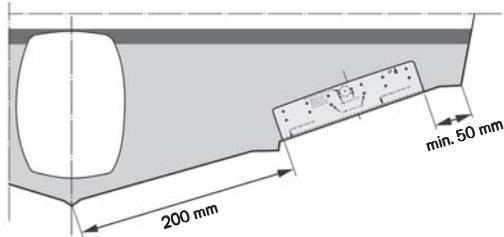

Bild 7
Die Interceptoren (C) **Bild 1 und 4** müssen am Heckspiegel nahe am Kielraum eingebaut werden. Die genaue Position wird durch die Vorlage vorgegeben, die in der Lieferung enthalten ist (detaillierte Anweisungen, siehe unten). Je weiter außenbords die Interceptoren montiert sind desto größer ist die seitliche (laterale) Kontrolle. Den Inceptor mindestens 50 mm von der Kimmpositionieren und zur Mittellinie des Boots führen. Boote mit Außenbordmotoren, Innenbord-/Außenbordmotoren oder Wasserstrahlinstallation müssen einen Mindestabstand von 200 mm von der Mittellinie der tatsächlichen Antriebseinheit zur nächstliegenden Kante der Interceptorgeräte einhalten. **Siehe Bild 7.**